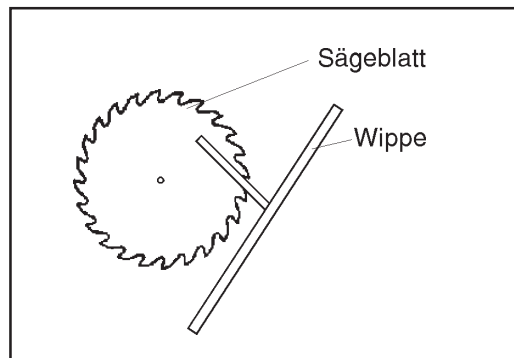

Abb. 3 "Einbaurichtung des Sägeblattes"
- neues Sägeblatt in Schneidrichtung zur Bedienperson auf die Welle aufschieben (siehe Abb. 3 "Einbaurichtung des Sägeblattes")